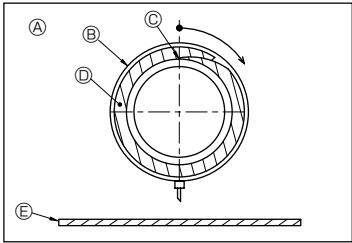

Fig. 3-6
5. Isoler le port de drainage et la prise d'écoulement avec de la matière isolante ⑦, puis l'attacher avec une sangle. (La matière isolante et la sangle sont toutes deux livrées avec l'appareil.) (Fig. 3-6)
[Fig.3-6]